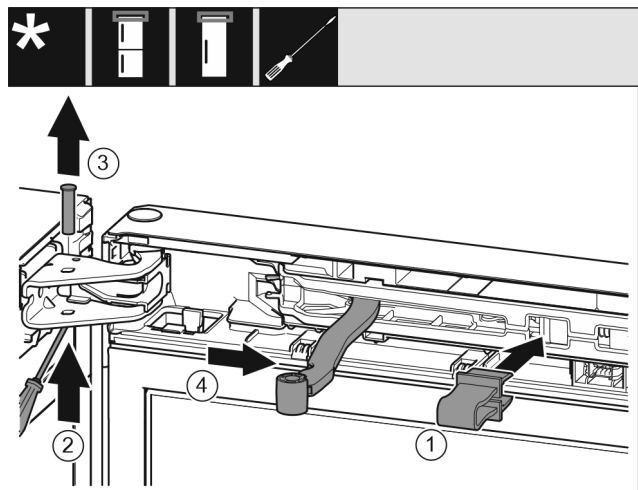

Fig. 9
- Zabezpieczenie zazębić w otworze. *Fig. 9 (1)*
- Sworznie wysunąć przy pomocy śrubokręta. *Fig. 9 (2)*
- Sworznie wyjąć w górę. *Fig. 9 (3)*
- Przegub obrócić w kierunku drzwi. *Fig. 9 (4)*